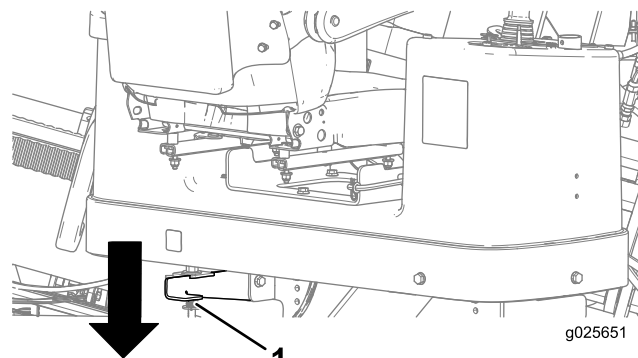

Figure 42
5. Appuyez sur le verrou arrière qui maintient la plate-forme de l'opérateur et écartez celle-ci à la position voulue, en veillant à la verrouiller en place (Figure 42).